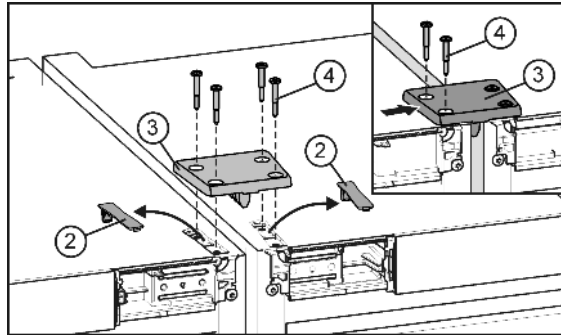

Fig. 5
- ▶ Откачете и свалете капачките Fig. 5 (2).
- ▶ Поставете свързващата плоча Fig. 5 (3) и я закрепете хлабаво с два винта Fig. 5 (4) към единия уред.